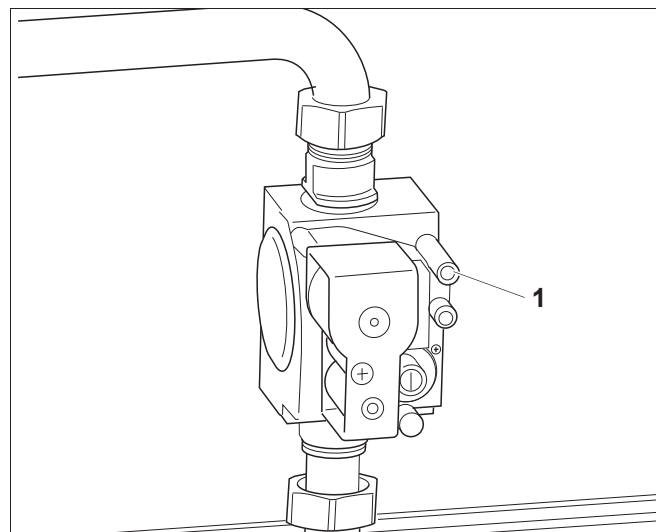

Рис. 50 Газовая арматура "SIT" 840 Sigma
- Снять измерительный шланг и вновь закрутить измерительный ниппель (рис. 50, поз. 1).